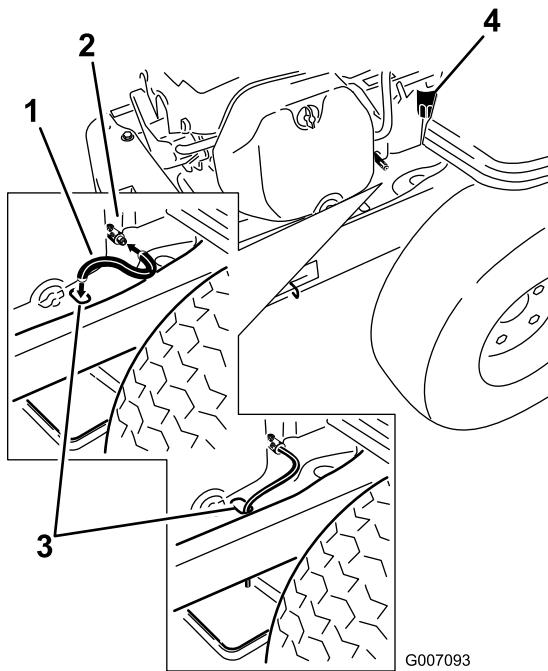

Bild 31
5. Reinigen Sie den Bereich um das Ablassventil und den Maschinenrahmen. Finden Sie den Ölablassschlauch und schieben Sie ihn auf das Ablassventil (Bild 31).
6. Stecken Sie das andere Ende des Ölablassschlauches durch das Ablassloch im Rahmen (Bild 31).